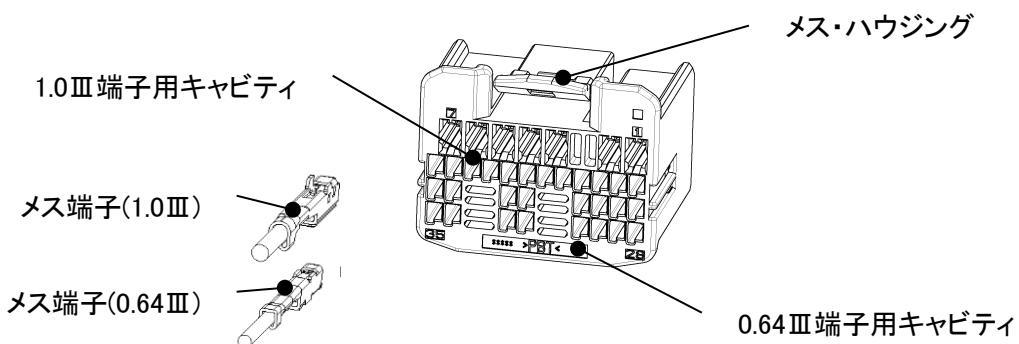

Fig.10
(3) Fig.10 のような向きにメス端子を指定のキャビティ(メス端子が収納される穴)に挿入します。端子が係止され、それ以上挿入できなければ完了です。